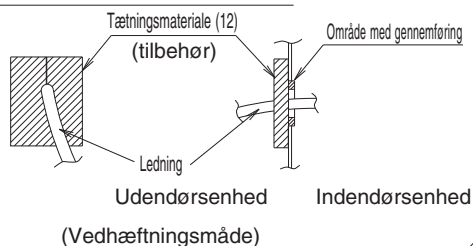

Fig. 17
Fastgør kablerne med klemmerne (9)(10) (tilbehør), som vist i fig. 17, således at tilslutningskablerne ikke belastes.
- Ledningsføring skal først foretages, når låget over kontrolboksen er fjernet som vist på fig. 17, med henvisning til visning A eller B afhængigt af enhedens type.
- Ved fastgørelse af ledninger skal man bruge det medfølgende klemmemateriale (9) og (10), som vist i fig. 17, og fastgøre korrekt for at undgå, at ledningsforbindelserne belastes udefra.